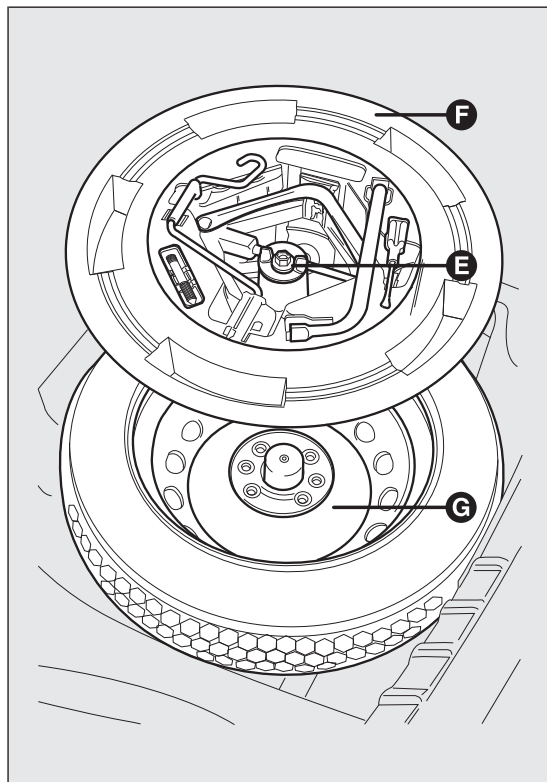

fig. 124
- ☐ dévisser le dispositif de blocage E fig. 124 ;
- ☐ pour les versions dotées d'une roue compacte de secours, dévisser le dispositif de blocage E fig. 124, prendre la boîte à outil F et l'approcher de la roue à remplacer ; ensuite, prélever la roue compacte de secours G ;